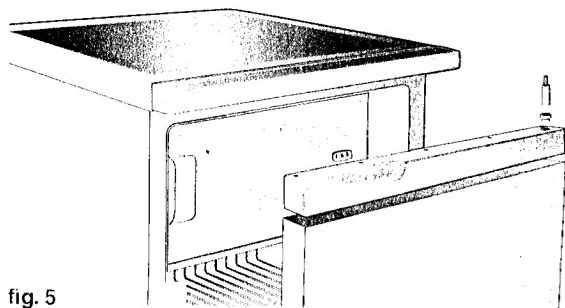

fig. 5
- E) Non coprite mai la griglia d'aerazione sistemata sulla parte posteriore del piano di lavoro (table top) fig. 5.
### MONTAGGIO GRIGLIA DI AERAZIONE (FIG. 5)
- E) Under no circumstances should the ventilation grid at the back edge of the work surface ever be covered (fig. 5).
### ASSEMBLY OF THE VENTILATION GRID (FIG. 5)
**MANIGLIE ORIZZONTALI MONO-PORTA (Fig. 5):**
**SINGLE DOOR HORIZONTAL HANDLES (fig. 5)**